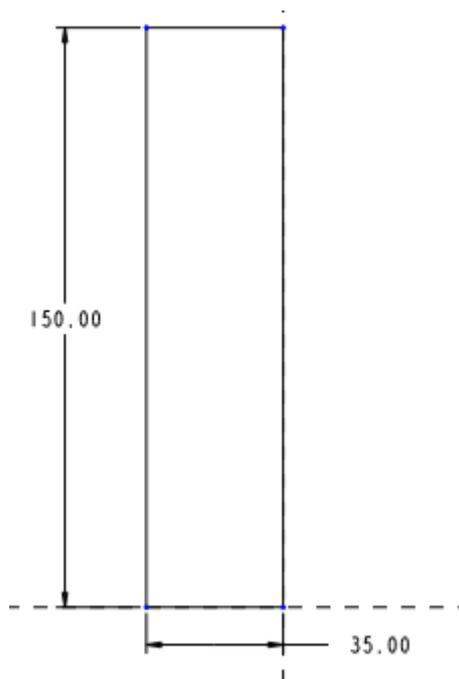

图 37-3
- (1) 单击特征工具栏中的 ，打开拉伸特征操控板。
- (2) 单击草绘截面按钮 ，系统显示【剖面】对话框。选择 FRONT 基准面为草绘平面，RIGHT 基准面为参照平面，接受系统默认的视图方向。
- (3) 单击【草绘】，进入草绘工作环境，绘制如图 37-3 所示的拉伸截面。